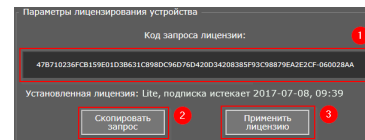

Рис. 19 Параметры лицензирования устройства
Обратите внимание на область «Параметры лицензирования устройства» в нижней части вкладки «Основные настройки». Здесь показано состояние лицензии на ваше устройство, а также размещены элементы интерфейса для управления лицензией. Для функционирования системы в контроллер должна быть установлена соответствующая лицензия. Сразу после подключения в ваш контроллер внесена пробная лицензия (Lite), период действия которой ограничен несколькими днями. Вы можете воспользоваться этим пробным периодом для ознакомления с возможностями программы, после чего необходимо приобрести и активировать полнофункциональную лицензию на работу устройства. По вопросам приобретения лицензии обращайтесь к вашему менеджеру в компании Purelogic R&D. Если лицензия вами уже приобретена, то вам осталось только её активировать. Лицензия привязывается к серийному номеру вашего контроллера на основе уникального кода запроса. Код запроса лицензии для вашего контроллера показан в соответствующем поле настроек (1) (рисунок 19).